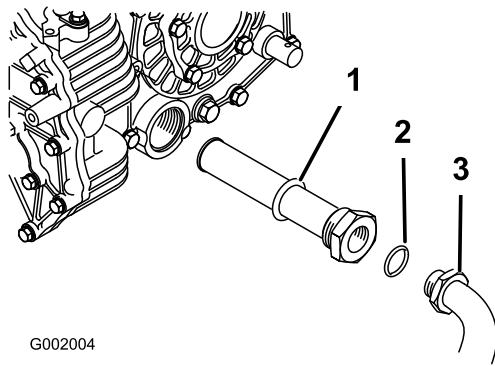

Figura 63
5. Retire el tubo hidráulico y el codo de 90° (Figura 63).